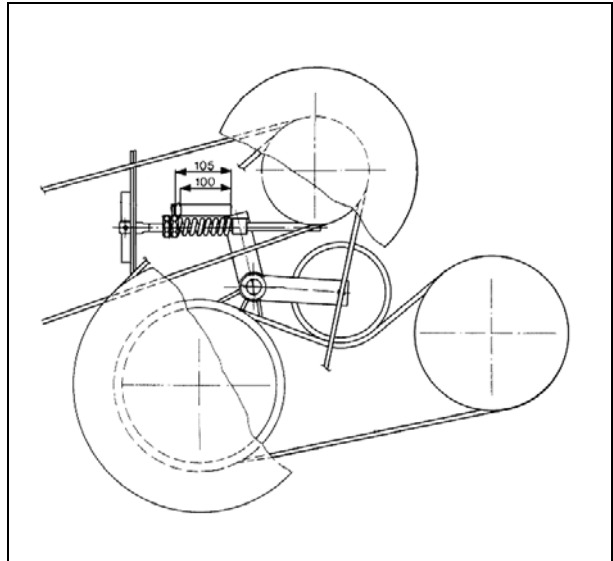

Рисунок 14
4. Ослабьте ремень молотильного барабана, ослабив пружину (C).
5. Откройте подпружиненный шкив вариатора, завернув два болта M10 (D) (поставляется с машиной), и снимите ремонт.
8. Отсоедините шкив ременной передачи от ступицы, завернув два болта M10 (E), и снимите его.
10. Отрегулируйте пружину (C) на натяжителе ремня до длины 100 мм и зафиксируйте ее контргайкой (Рис. 14).